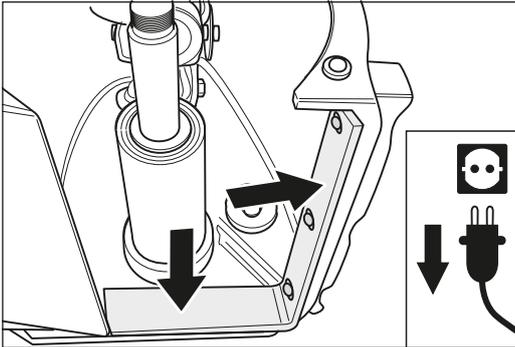

Fig. 38 Para HUMMEL hasta 08/2022: El filtro obturador no debe presentar daños y, en su caso, sustituirlo.
- Para HUMMEL hasta 08/2022: Asegúrese de que el filtro obturador no esté dañado o desgastado (Fig. 38).